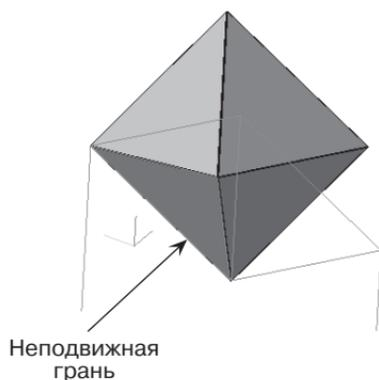

Рис. 393
- выберите неподвижную грань щелчком ЛКМ (рис. 393);